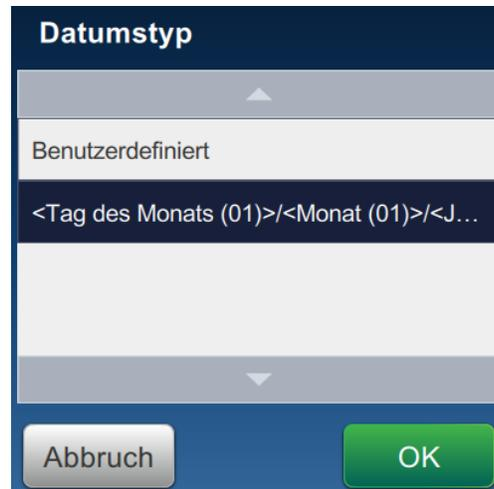

Abbildung 5-9: Bildschirm zur Einrichtung des Datumsformats.
1. Wählen Sie im Bildschirm „Datumseinrichtung“ in der Dropdownliste „Datumstyp“ die Option *Benutzerdefiniert* aus (siehe Abbildung 5-9). Berühren Sie die Schaltfläche